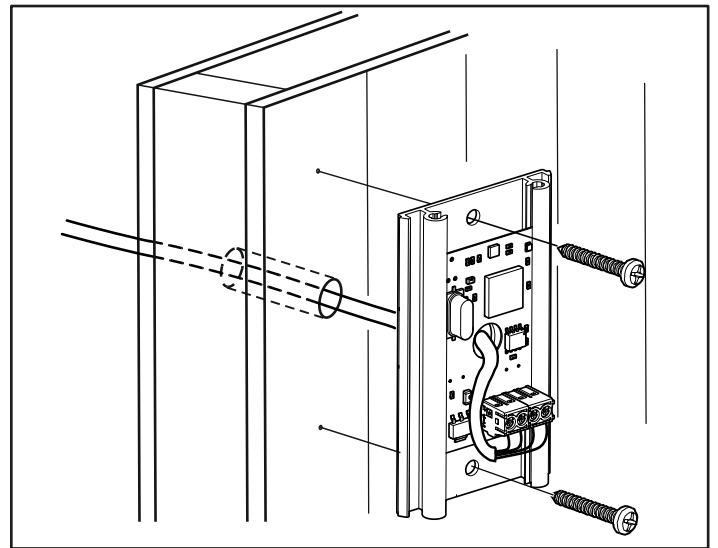

Afbeelding 15: Monteer de voor- en achterklep, de klep op het waterreservoir en het ledigingsluik
11. Plaats de voor- en achterklep terug en draai de schroeven vast (zie afbeelding 15).